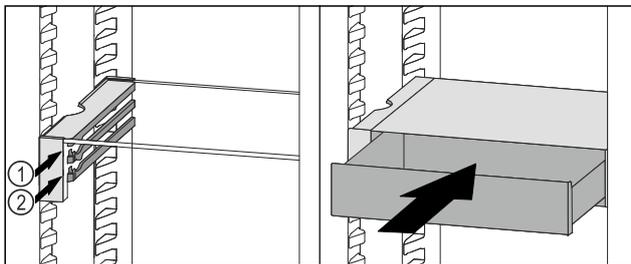

Fig. 86
- ▶ Встановити висувний ящик VarioSafe за стопорами на потрібне ребро Fig. 86 (1) або Fig. 86 (2).